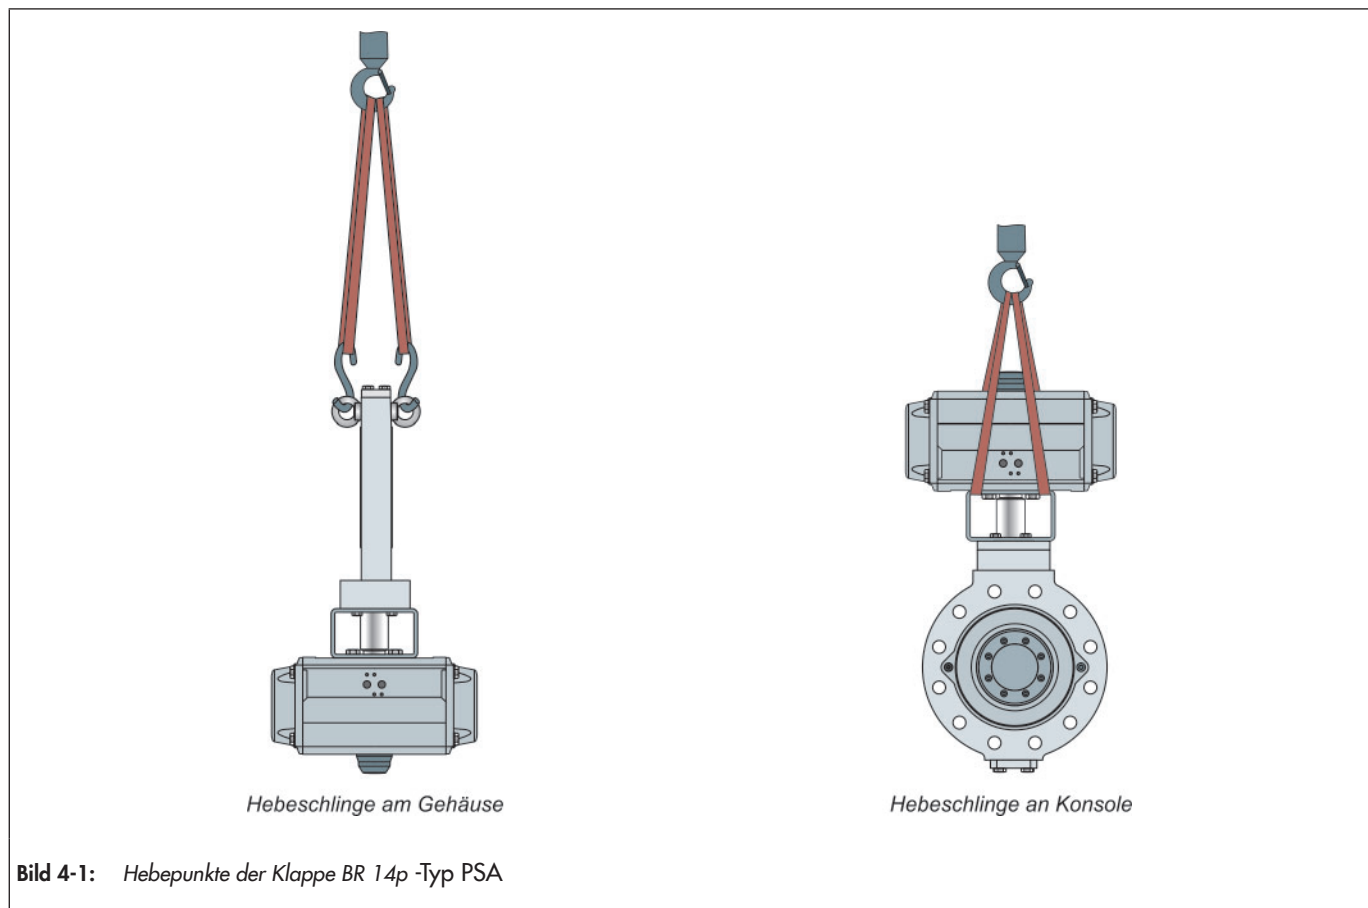

Bild 4-1: Hebepunkte der Klappe BR 14p -Typ PSA
- ⇒ Als Tragmittel einen Haken mit Sicherheitsverschluss verwenden, damit die Anschlagmittel beim Heben und Transportieren nicht vom Haken rutschen können, vgl. Bild 4-1.
- ⇒ Je eine Hebeschlinge am Tragmittel (z. B. Haken) des Krans oder Gabelstaplers anschlagen, vgl. Bild 4-1. Dabei die Sicherheit, Tragfähigkeit und Länge der Hebeschlingen beachten.
- ⇒ Je eine Hebeschlinge an der Konsole und am Tragmittel (z. B. Haken) des Krans oder Gabelstaplers anschlagen, vgl. Bild 4-1.